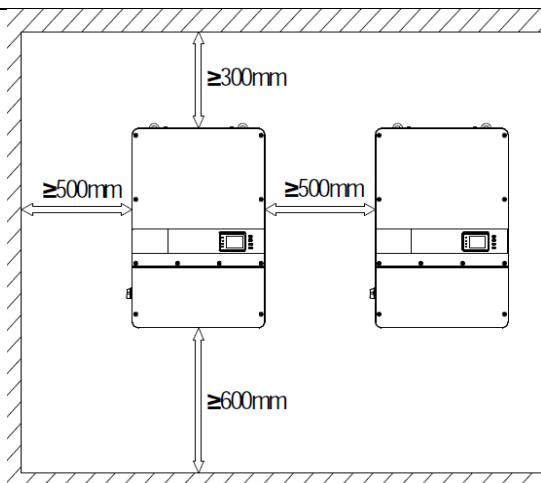

图 3-3 逆变器挂壁安装空间尺寸要求
1) 安装方式(如图 3-3)
4) 安装空间尺寸(如图 3-3)